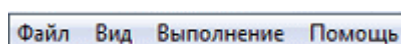

Рисунок 6
**Главное меню** (рисунок 6) содержит раскрывающиеся панели подменю.